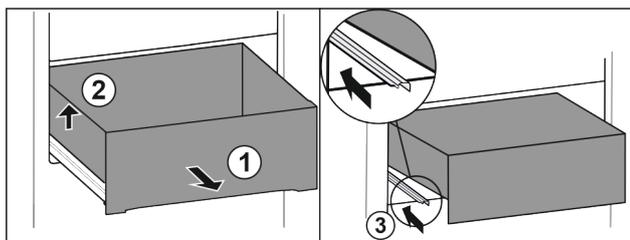

Fig. 89
- ▶ Izvadite ladicu do graničnika. Fig. 89 (1)
- ▶ Podignite ladicu lijevo. Fig. 89 (2)
- ▶ Gurnite lijevu vodilicu. Fig. 89 (3)